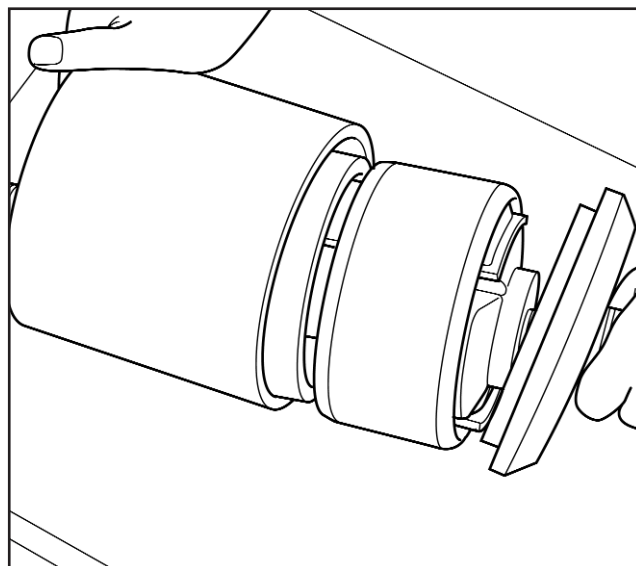

Fig 3.30
15. Démontez les outils et retirez la bague d'axe d'articulation de l'entonnoir " D " (figure 3.30).